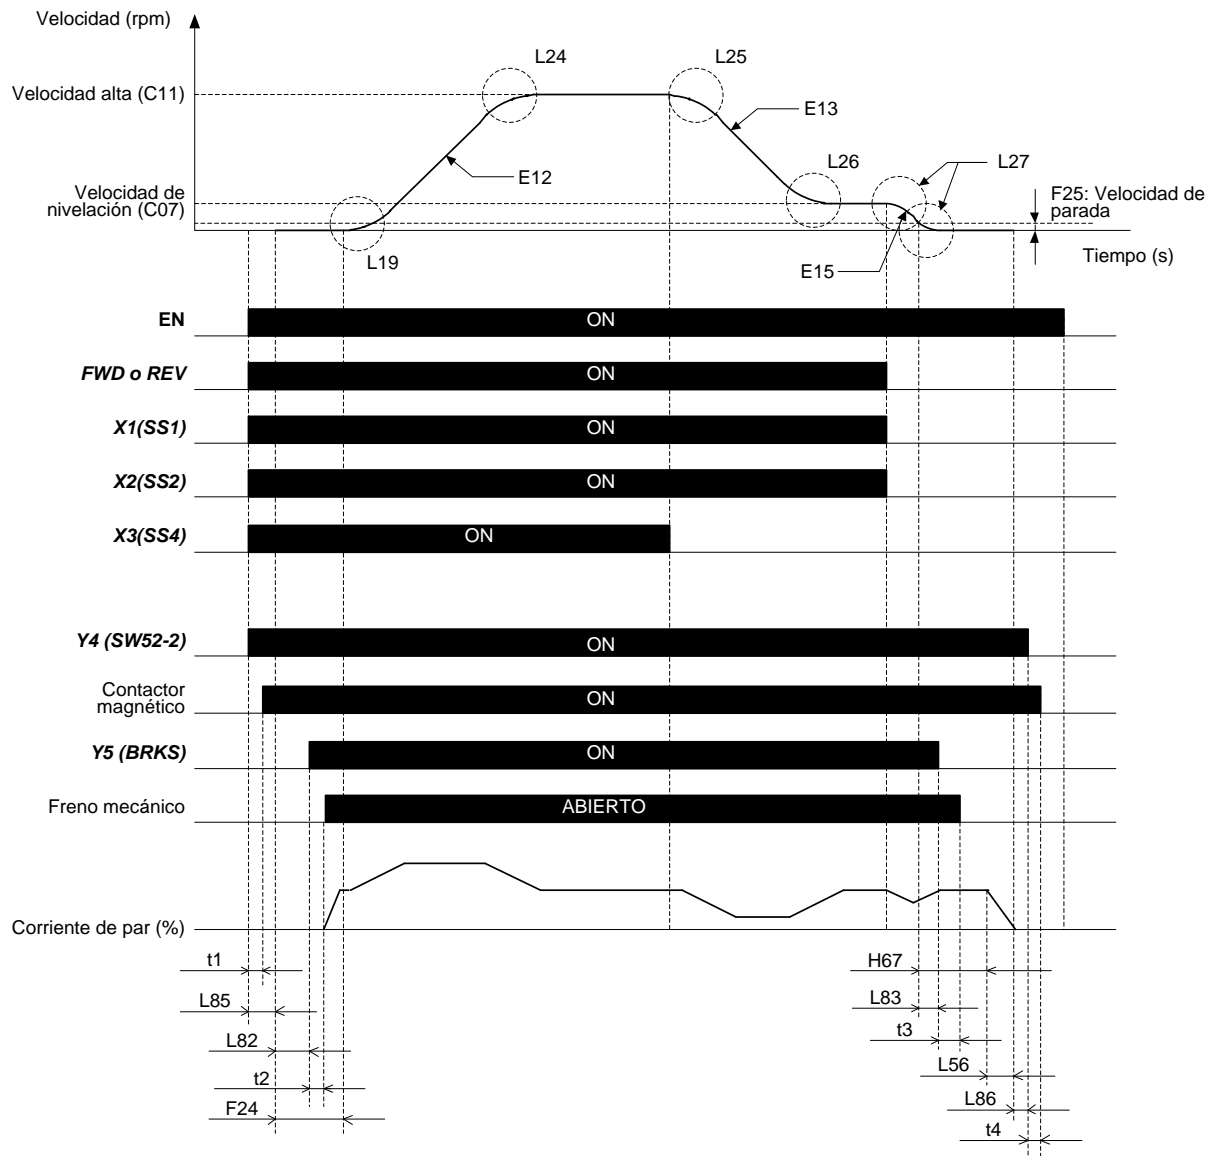

Figura 11.1: Diagrama de tiempo para aplicación de lazo cerrado y de secuencia de señales.
La figura 11.1 muestra un diagrama completo de tiempo y la secuencia de señales en caso de aplicación de lazo cerrado. Muestra un viaje estándar con un ascensor controlado por entradas digitales a velocidad alta y a velocidad de nivelación. En este caso, el motor de inducción y el motor síncrono de imanes permanentes son equivalentes.
- La figura 11.1 muestra un ejemplo de viaje en el que las señales del freno y del contactor principal están controladas por el variador. Si estas señales están controladas por el control del ascensor, los tiempos pueden diferir.